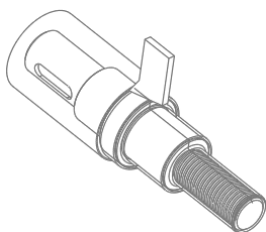

图 10.3.20 刀具路径
Step2. 单击“播放路径”对话框中的按钮，观测刀具的行走路线，结果如图 10.3.20 所示。